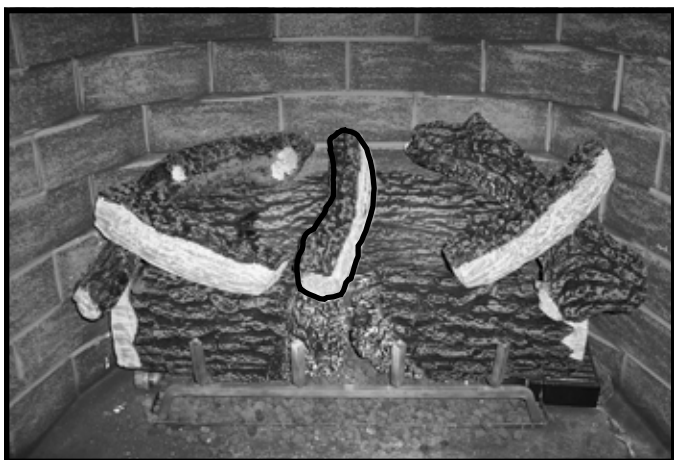

Figure 4.10 Placer la bûche supérieure au centre – Carolina 36
- Placez la bûche supérieure sur les creux de la bûche avant gauche et la bûche arrière, comme il est indiqué à la figure 4.10 du Carolina-36.